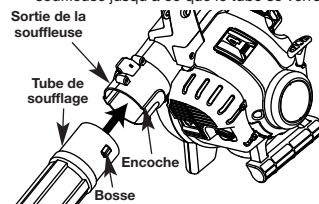

Fig. 1
1. Alignez la bosse sur l'extrémité du tube de soufflage avec l'encoche sur l'extrémité inférieure de la sortie de la souffleuse (Fig. 1).
2. Insérer la bosse sur le tube de soufflage dans l'encoche sur la sortie de la souffleuse (Fig. 1).